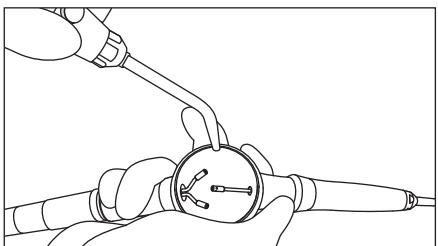

Abb. 7
- Im Pulverbehälter verbliebenes Pulver mit dem Luftstrahl wegblasen (Abb. 7)